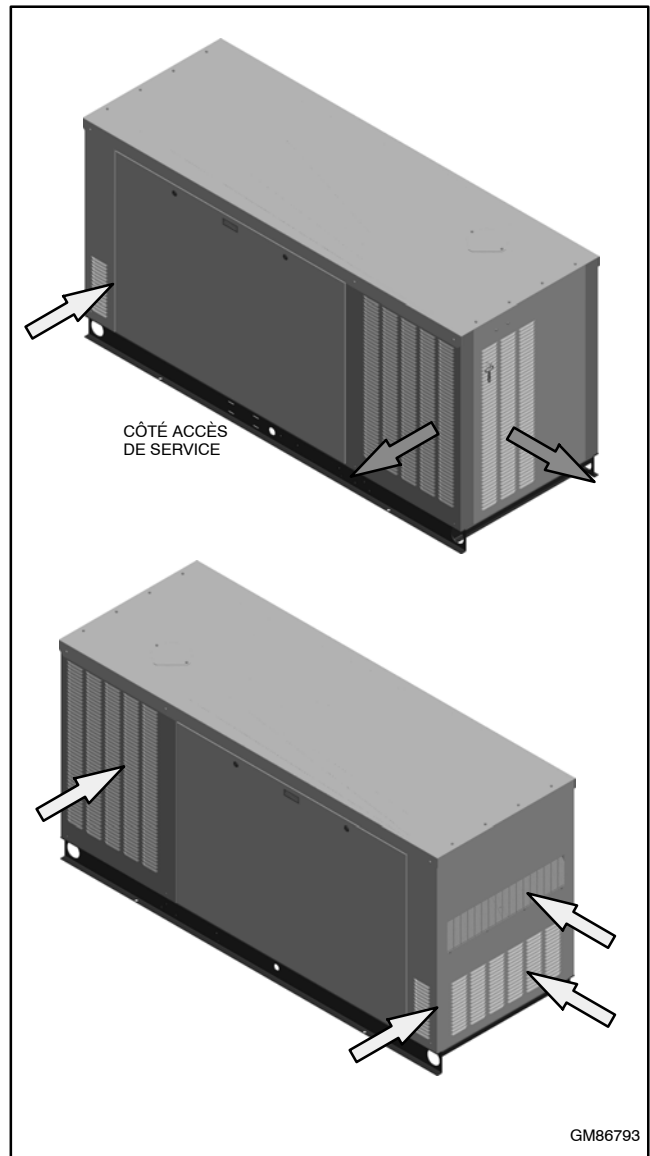

Figure 1-5 Admission et refoulement d'air
- Offrir un dégagement suffisant pour l'air de refroidissement et l'accès d'entretien. Voir les dégagements prescrits par rapport aux obstructions et aux matériaux combustibles à la Figure 1-5 et sur les plans cotés à la Section 4.